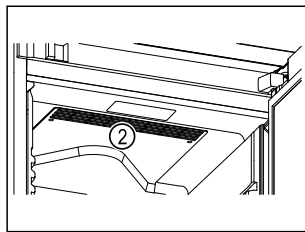

Fig. 62
- ❑ Větrací otvory Fig. 62 (2) oběhového vzduchového čerpadla ve vnitřním prostoru udržíte volné.